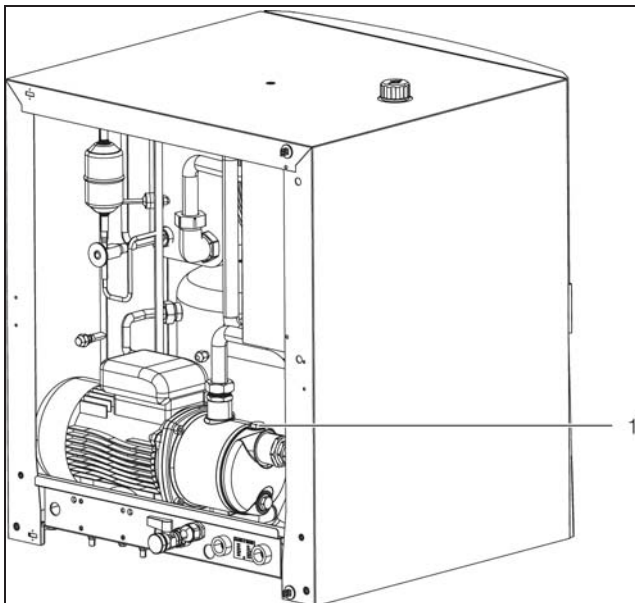
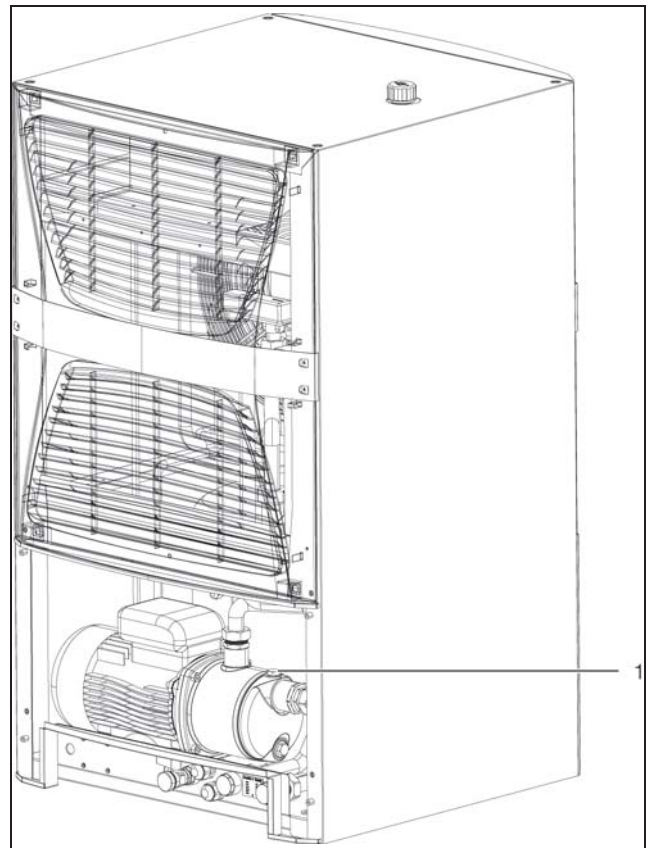

Abb. 53: Kühlmediumpumpe entlüften (nur 3320.600 und 3334.600)
Abb. 54: Kühlmediumpumpe entlüften (nur 3334.660)
- Entlüften Sie die Kühlmediumpumpe (im Stillstand), indem Sie die Entlüftungsschraube (Abb. 53 bzw. Abb. 54, Pos. 1) ein wenig lösen.